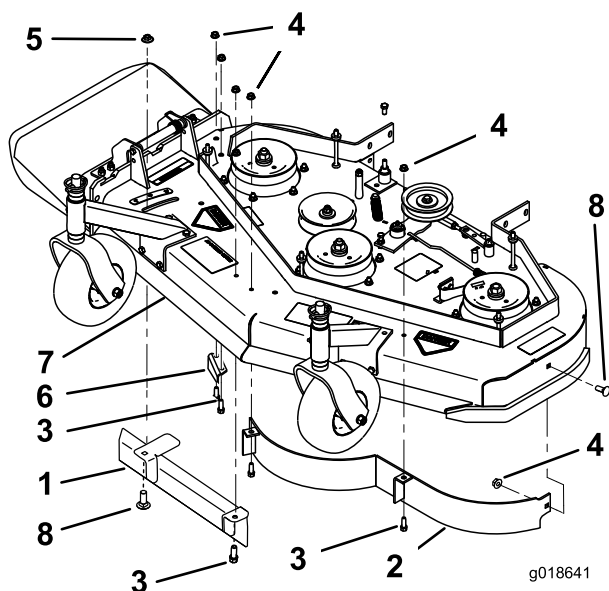
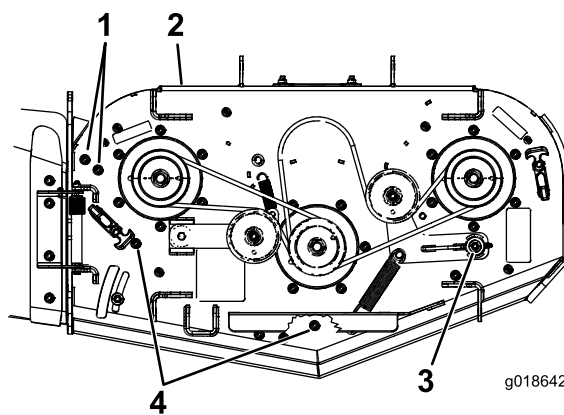

Figura 3
Figura 4
1. Togliete i dadi e i bulloni che tengono in posizione il deflettore anteriore sinistro (Figura 3 e Figura 4).
2. Togliete i dadi e i bulloni che tengono in posizione il deflettore di scarico (Figura 3 e Figura 4). Montate i dadi e i bulloni per coprire i fori dopo aver tolto il deflettore.
3. Togliete il grosso dado frangiato e il bullone o il blocco delle camme e la rondella svitandoli dal deflettore di flusso regolabile (Figura 3).
4. Togliete il dado e il bullone che tengono in posizione il deflettore di flusso regolabile (Figura 3).